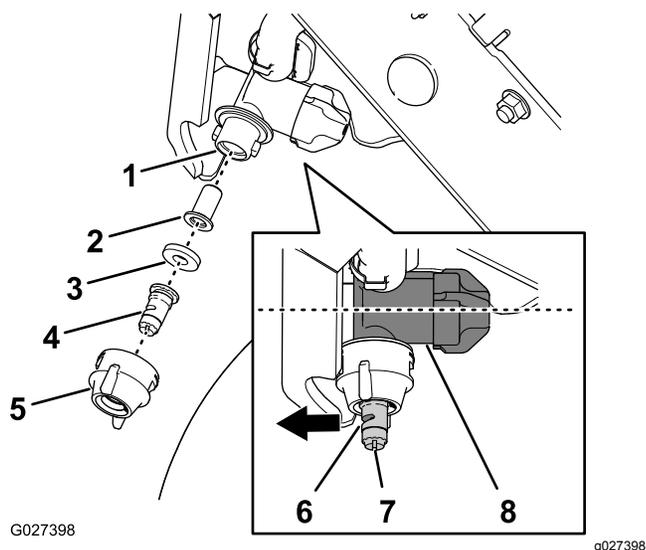

Figure 53
- Tournez le bouchon de buse de 90° dans le sens antihoraire et enlevez le bouchon du corps de la buse (Figure 53).
- Reposez l'embout, le joint et le capuchon sur le corps de la buse (Figure 53).
Remarque: Utilisez la fente pour faire tourner l'atomiseur (Figure 53) de l'embout en avant (pour l'aligner sur le boîtier du régulateur de débit du corps de la buse).
- Tournez le capuchon de la buse de 90° dans le sens horaire (Figure 53).
- Déposez l'embout du pulvérisateur, le joint et le filtre du corps de la buse (Figure 53).
- Montez le filtre sur le corps de la buse (Figure 53).
- Montez l'embout et le joint dans le capuchon de la buse (Figure 53).